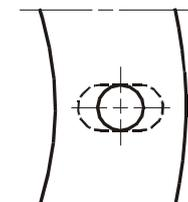

Fig. 4
- Elargir, si nécessaire, les trous dans le joint isolant (4), (voir Fig. 4).